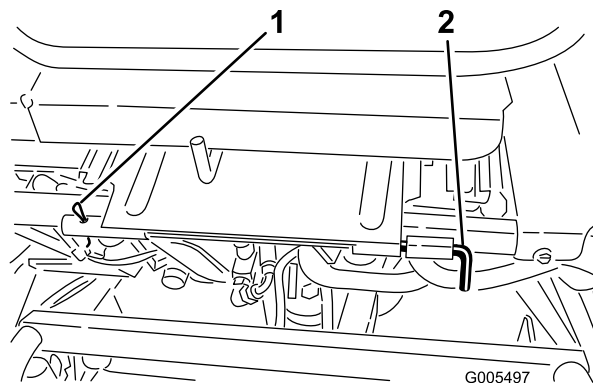

Bild 9
8. Montieren Sie den Sitz in der Betriebsstellung (Bild 9). Setzen Sie die Sitzdrehstange und den Spannstoß ein.